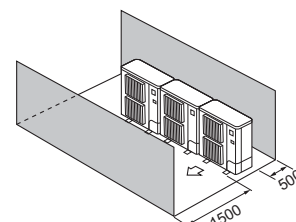

Fig. 3-14
- ④ Solo ostacoli anteriori e posteriori (Fig. 3-14)